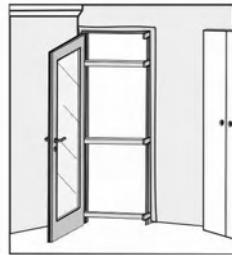

Рис. 18
5.1.6. Поставьте дополнительные распорки на уровне верхних петель и чуть ниже замка. После установки распорок еще раз проверьте равномерность зазоров между полотном и коробкой (рис. 18).